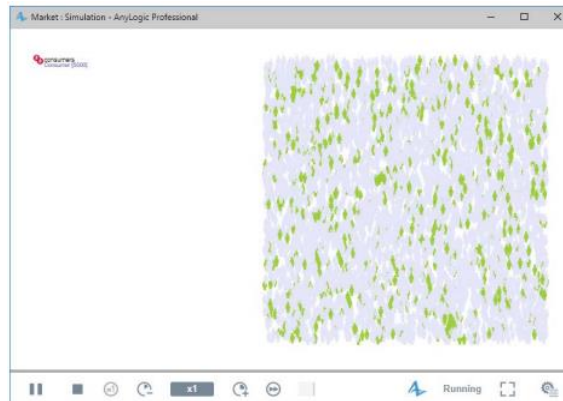

Рисунок 3.16 – Симуляція ринку
15. Запустіть модель. Популяція повинна поступово ставати зеленою – зміна, яка представляє ефект реклами – поки кожен споживач не купить продукт (рис. 3.16).